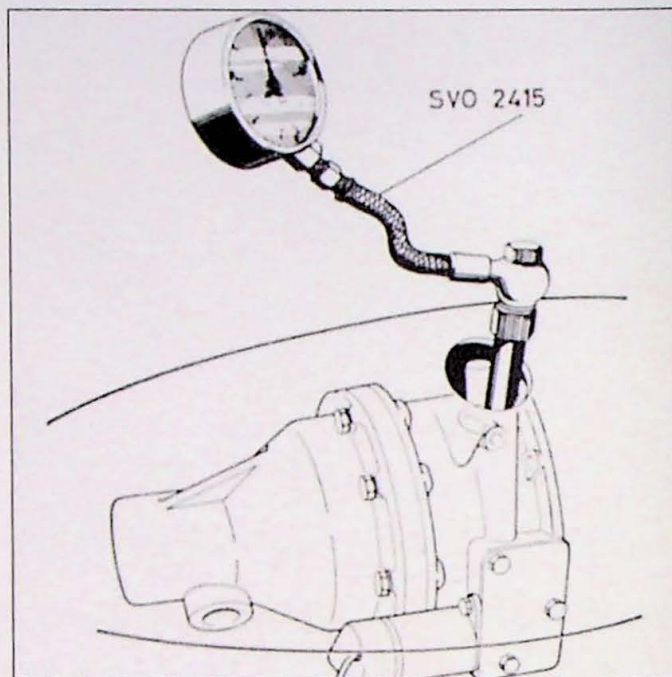

Fig. 7.1. Controle van de oliedruk
2. Verwijder de plug boven de solenoïde en sluit de oliedrukmeter aan SVO 2415 (Fig. 7.1) met ingeschakelde overdrive. **LET OP:** de veer, veergeleider/geleidepen moeten op hun plaats blijven.